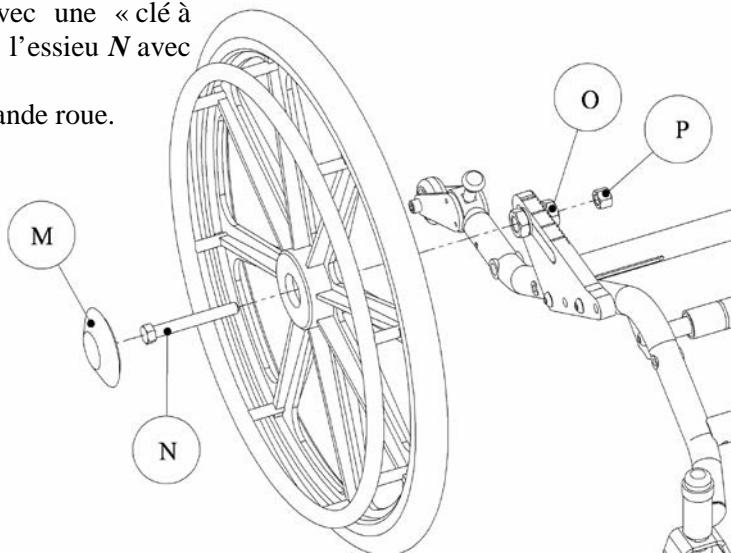

*Figure 14 – Vues arrière du dispositif de positionnement*
1. Enlever le capuchon **L** sur la grande roue (figure 14);